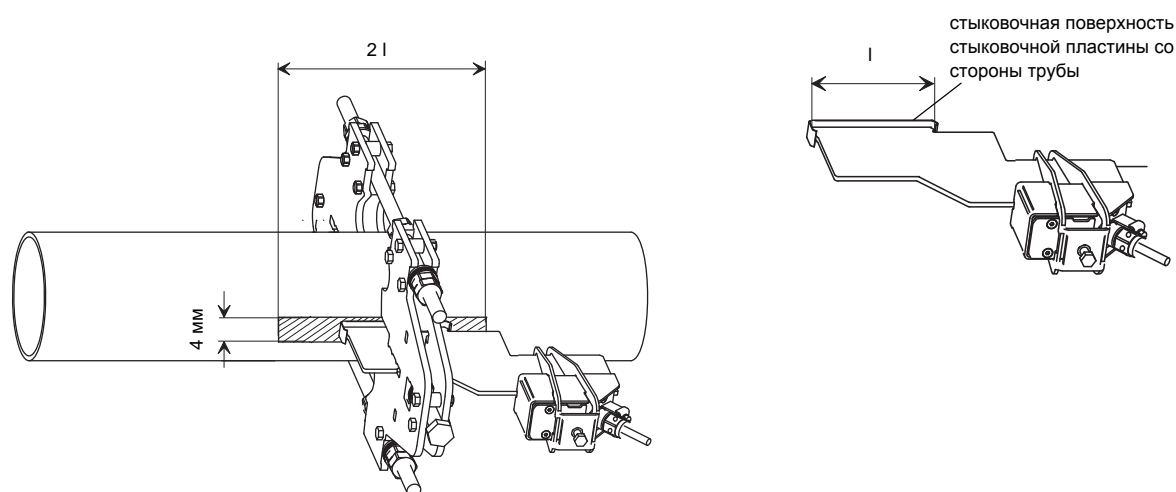

Рис. 3.7: Сглаженная поверхность
- Поверхность, которую нужно сгладить, должна иметь следующие размеры: ширина = 4 мм, длина = 2 l, причем l - длина стыковочной поверхности стыковочной пластины со стороны трубы (смотри Рис. 3.7).